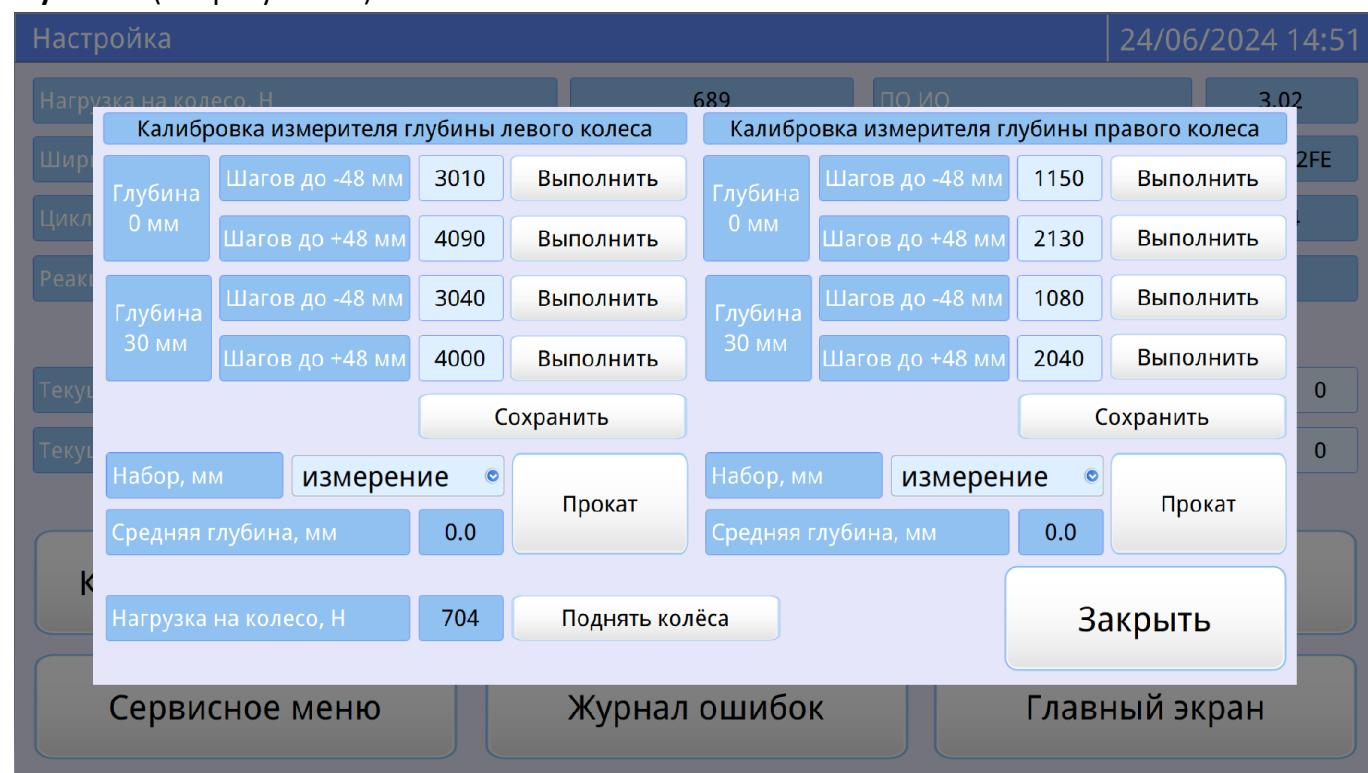

Рисунок 18 - Окно «Калибровка измерителя глубины колеса»
5.7.3 Нажать кнопку **[Калибровка глубины]**. При этом откроется окно **«Калибровка измерителя глубины»** (см. рисунок 18).